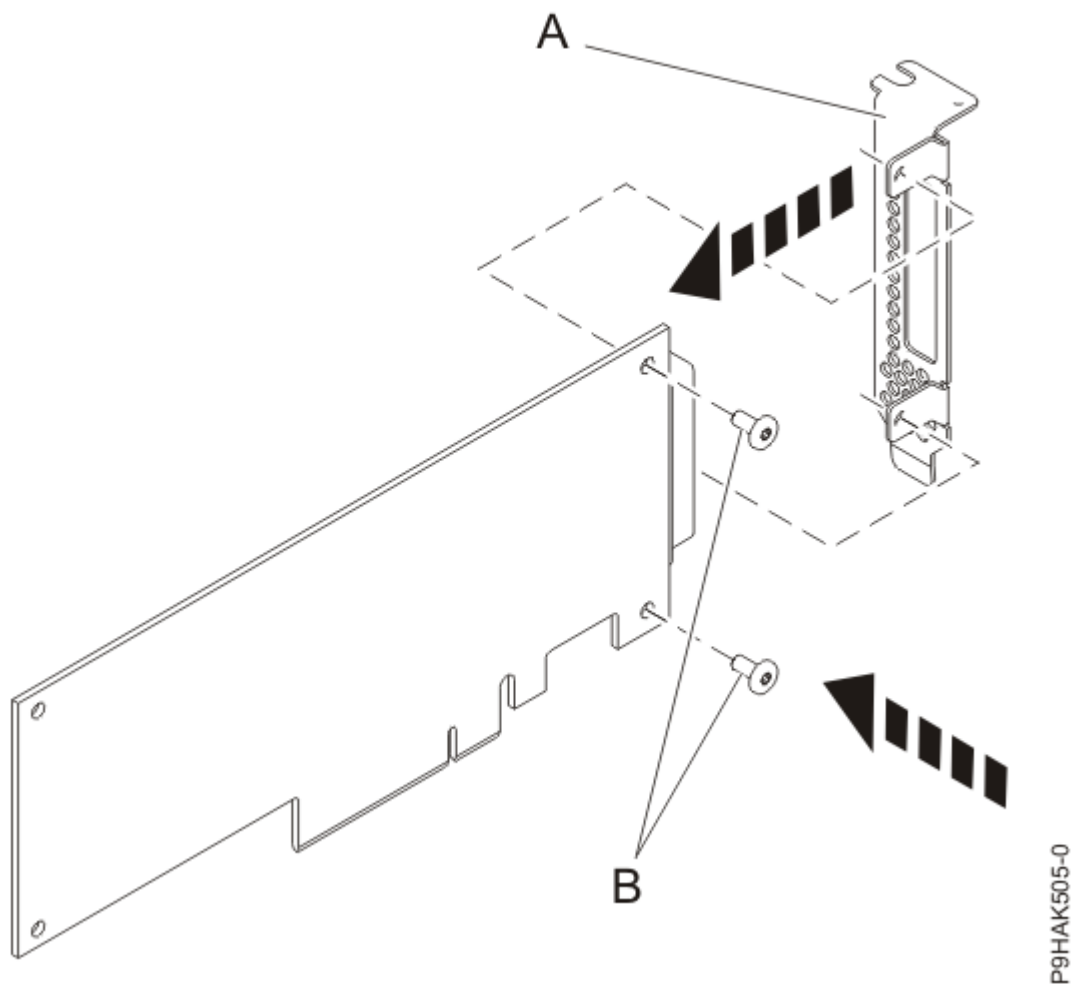

Abbildung 68. Den kurzen Adapterkassettenhalter am Adapter befestigen
14. Befestigen Sie mit einem Kreuzschlitz-Schraubendreher und den beiden Sicherungsschrauben (B) den Haltesteg (A) vom fehlerhaften Adapter am neuen Adapter, wie in Abbildung 68 auf Seite 94 dargestellt.